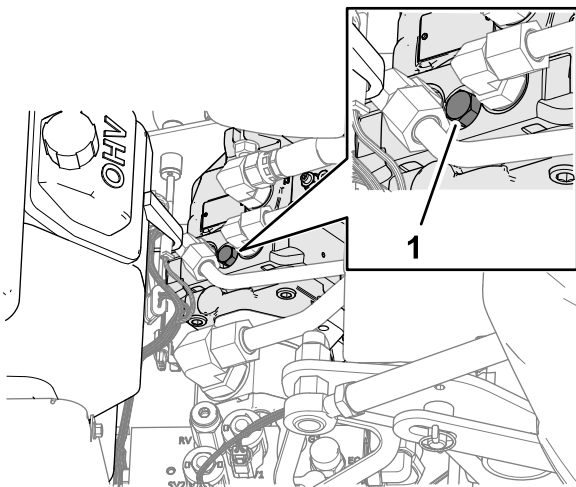

Bild 116
4. Suchen Sie die Abdeckung der Schraube des Sicherheitsventils zwischen Motor und Hydraulikpumpe, wie in Bild 116 dargestellt.